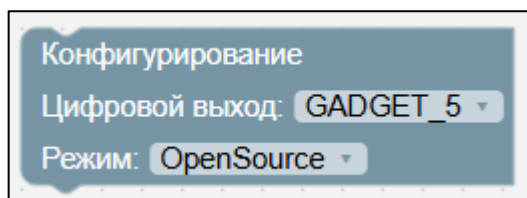

Рисунок II-37 – Блок «Конфигурирование. Цифровой выход»
1. Блок «Конфигурирование. Цифровой выход» (см. Рисунок II-37).